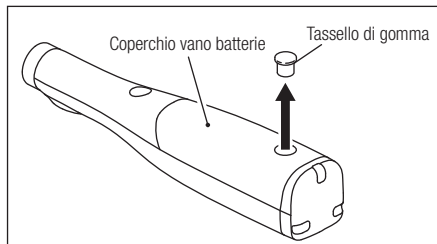

Fig. 13
- 2) Rimuovere il tassello di gomma dal coperchio del vano portabatterie con un cacciavite a punta piatta sottile. (Fig.13)